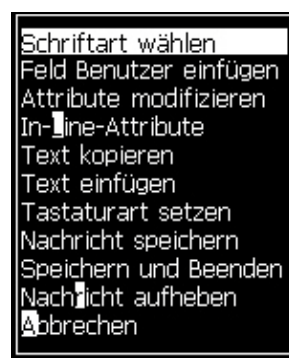

Abbildung 5-48: Menü Editor
- 1 Drücken Sie die Taste *Alt + E* oder drücken Sie *F1*. Das Menü *Editor* erscheint (siehe Abbildung 5-48).